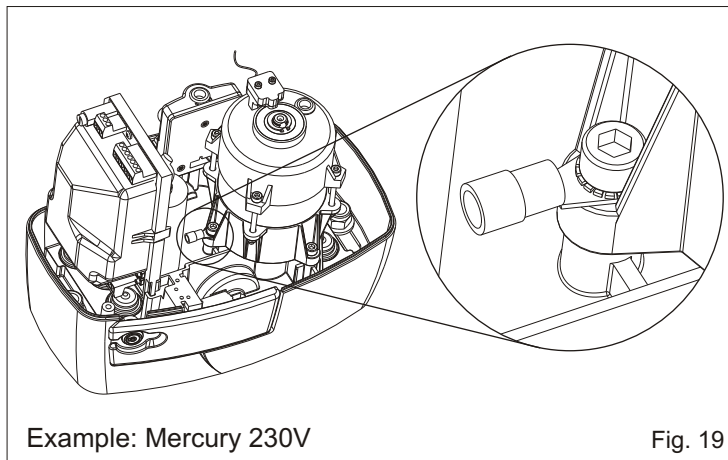
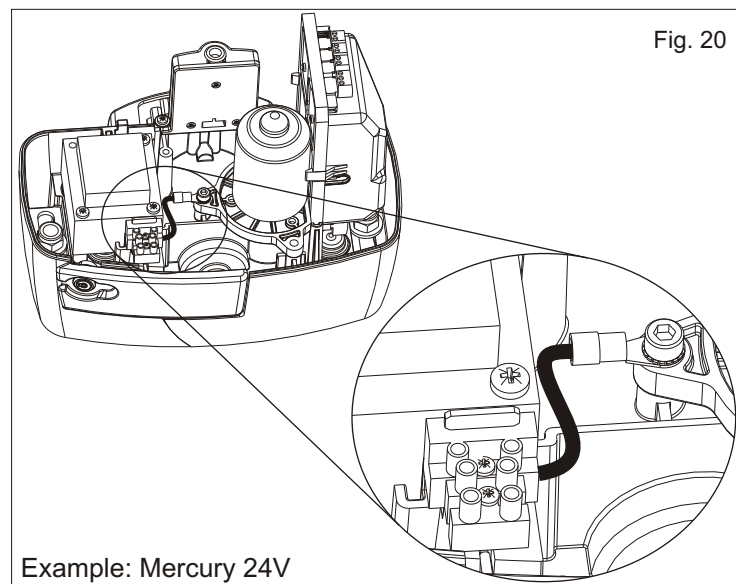

Fig. 19
Fig. 20
8. GROUNDING (Fig. 19 - Fig. 20)